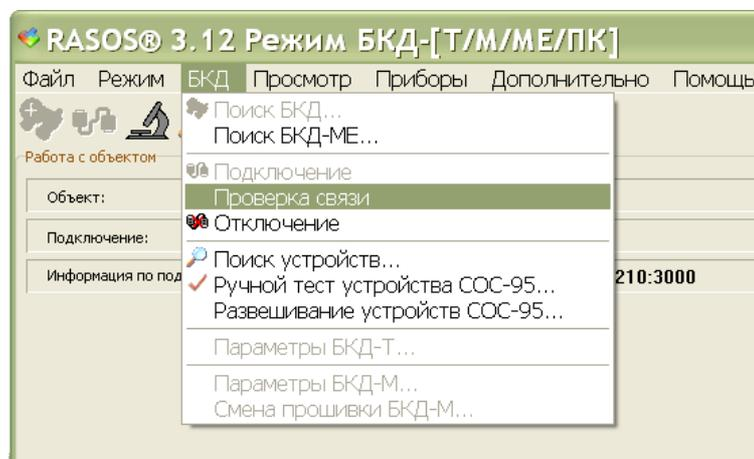

Рисунок 37
2) Выполнить команду «БКДПроверка связи» (рисунок 37).